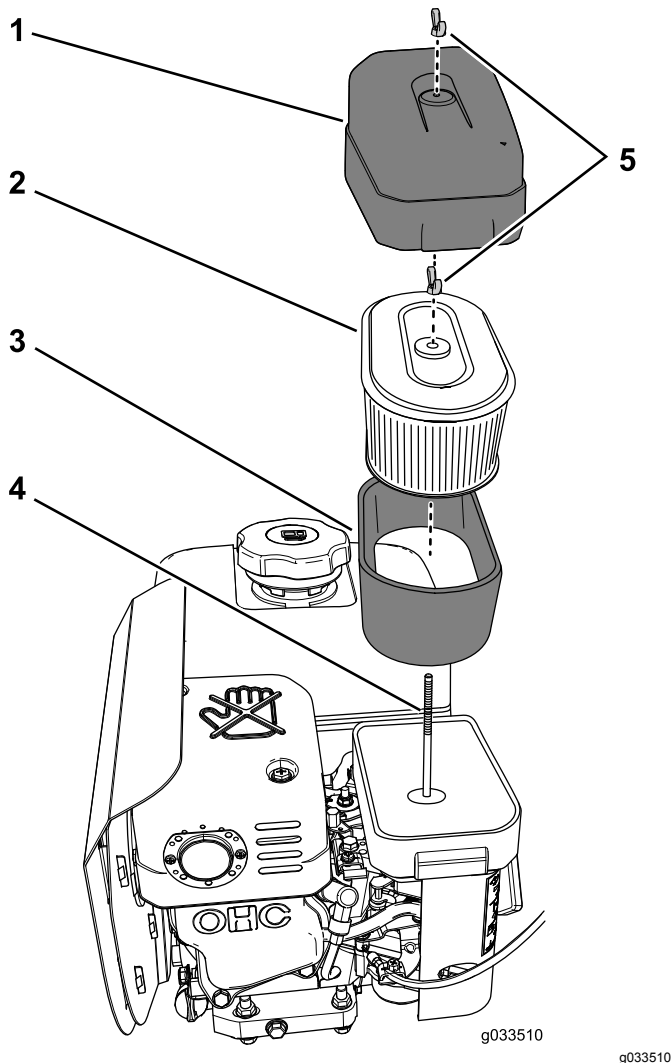

Bild 11
2. Reinigen Sie den Bereich um den Luftfilter herum, um zu verhindern, dass Schmutz in den Motor fällt und Schäden verursacht (Bild 11).
3. Entfernen Sie die Flügelmutter, mit der die Luftfilterabdeckung befestigt ist, und nehmen Sie die Luftfilterabdeckung ab (Bild 11).
4. Drehen Sie die Flügelmutter, mit der der Papierluftfiltereinsatz und der Schaumstoffeinsatz befestigt ist, gegen den Uhrzeigersinn und entfernen Sie die Filtereinsätze von der Niederhalterstange (Bild 11).
5. Ziehen Sie den Schaumstoffeinsatz vorsichtig vom Papiereinsatz (Bild 11).
1. Untersuchen Sie den Einsatz auf Risse, einen öligen Film und Schäden (Bild 11).
1. Schieben Sie den Schaumstoffeinsatz vorsichtig auf den Papierluftfiltereinsatz (Bild 11).
2. Das Loch in der oberen Platte des Papierluftfiltereinsatzes mit der Niederhalterstange des Vergasers ausrichten (Bild 11).
3. Befestigen Sie die Filtereinsätze am Vergaser mit der Flügelmutter (Bild 11), die Sie im Schritt 4 von Entfernen der Schaumstoff- und Papiereinsätze \(Seite 11\) entfernt haben.
4. Richten Sie das Loch in der Luftfilterabdeckung mit der Niederhalterstange aus (Bild 11) und befestigen Sie die Luftfilterabdeckung an der Niederhalterstange mit der Flügelmutter, die Sie im Schritt 3 von Entfernen der Schaumstoff- und Papiereinsätze \(Seite 11\) entfernt haben.